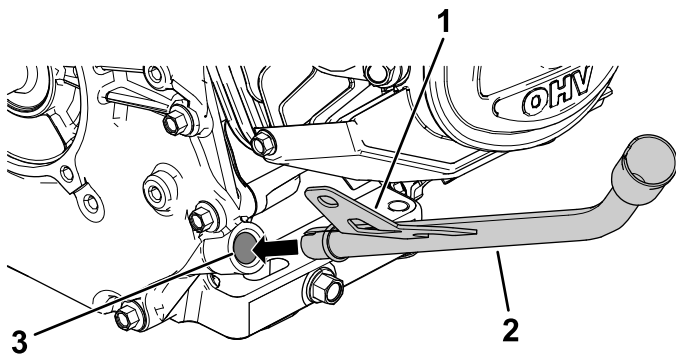

Bild 9
5. Stecken Sie den Peilstab schräg in die Rohröffnung (Bild 9).
6. Klopfen Sie mit einem Gummihammer auf die Halterung (Pos. 1) am Peilstabrohr (Bild 9), um das Rohr im Motor zu befestigen.